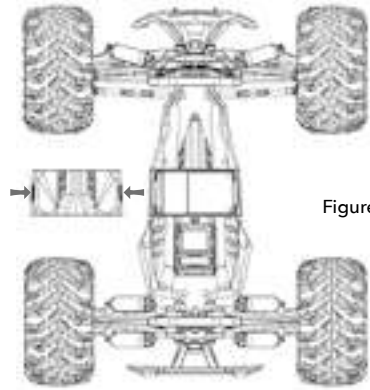

Figure 1
2. Pressez sur les 2 côtés du couvercle de batterie sous les chassis, puis retirer le couvercle (Figure 1).